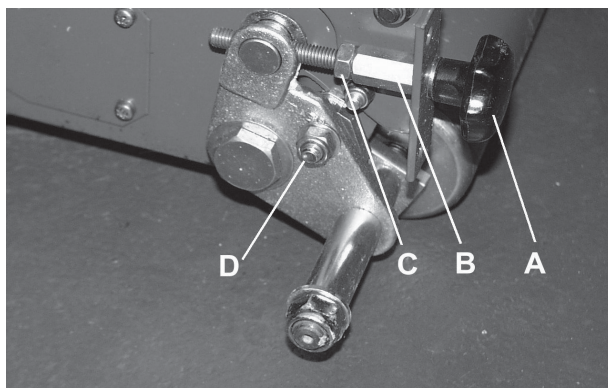

Fig. 8.3
8.3 SUPERCERTES/SUPERBOWL: REGOLAZIONE DELL'ALTEZZA DI TAGLIO (FIG. 8.3)